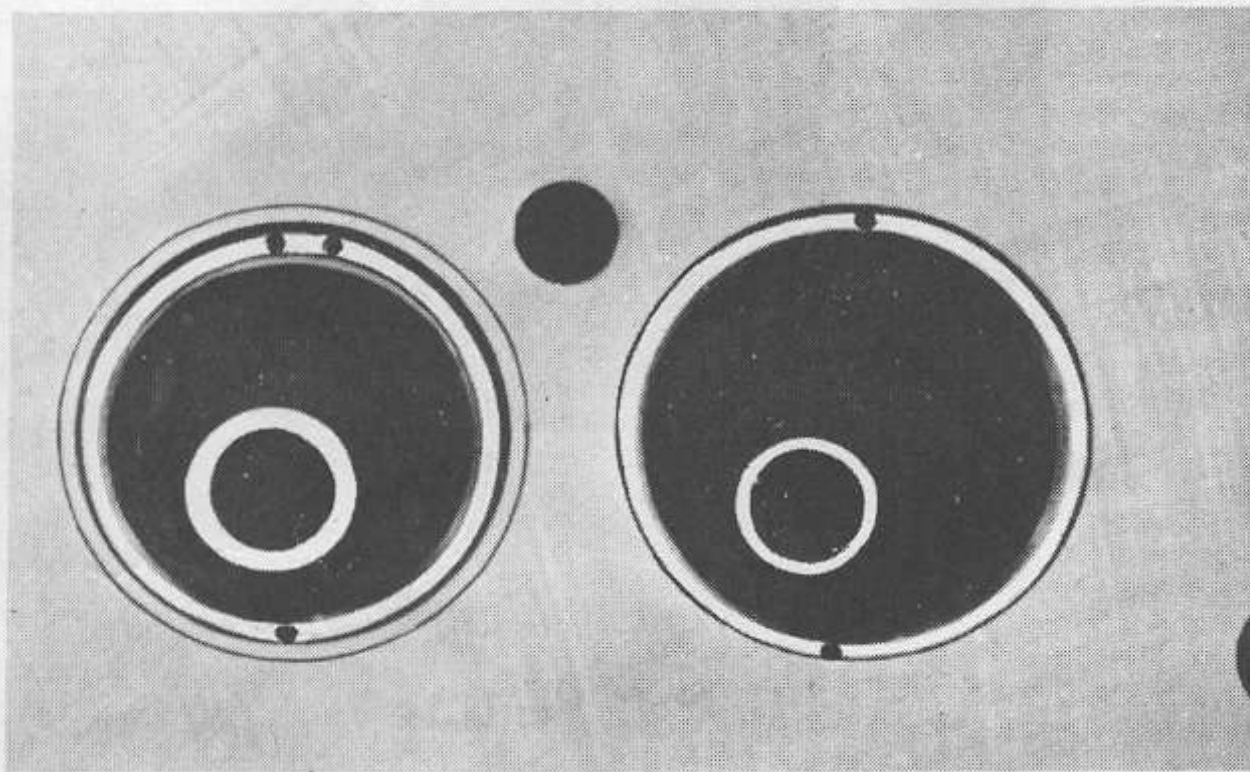

Bild B1 Byte av ventilsäte
1. Avlägsna det gamla ventilsätet genom att slipa två diametralt placerade brottanvisningar (bild B1). Se härvid till, att cylinderlocket ej skadas.